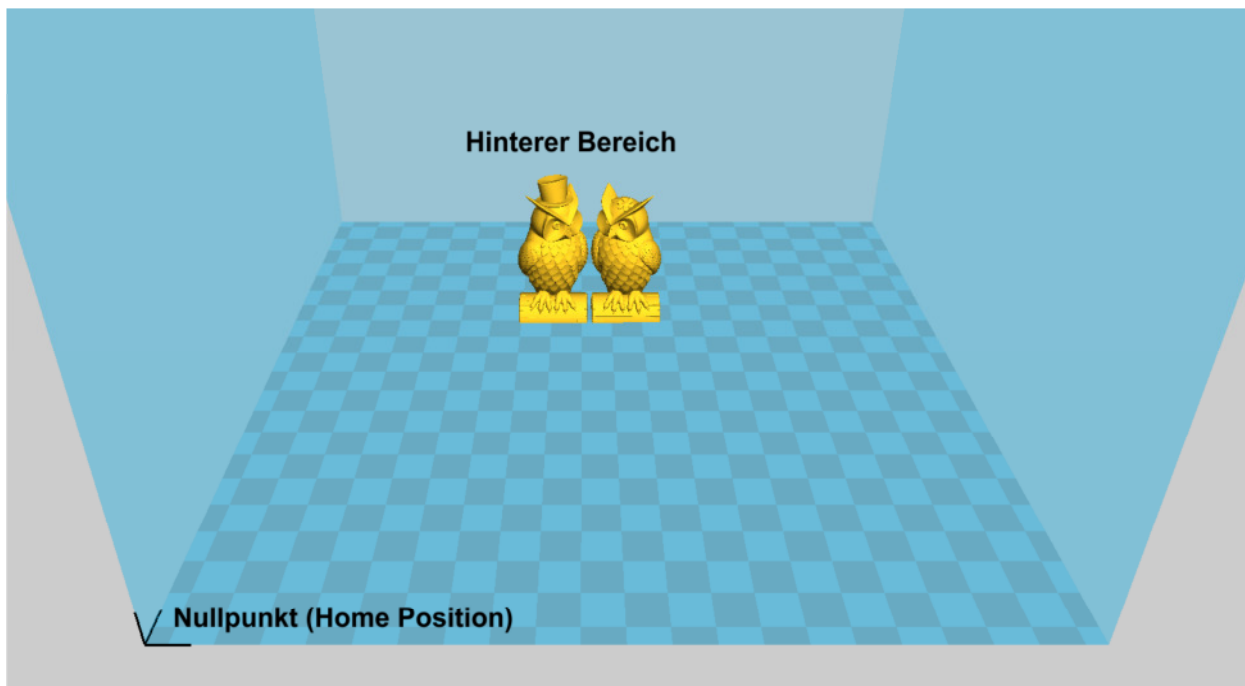
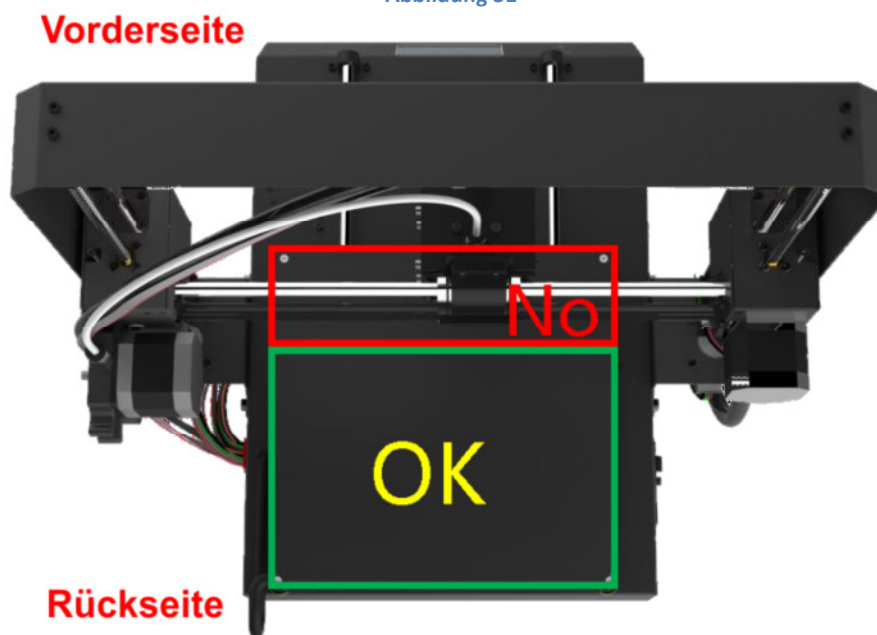

Abbildung 31
Abbildung 32
1. Wie in **Abb. 31** gezeigt, ist es bei der Slicing-Software (hier Cura) erforderlich, das Modell an der Rückseite der Plattform anzuordnen. Denn während "Wiederaufnahme nach Ausfall" beginnt die Maschine von der Home-Position neu und könnte so das unfertige Objekt berühren oder beschädigen, wenn das Modell im vorderen Bereich platziert wurde (**Abb. 32**).